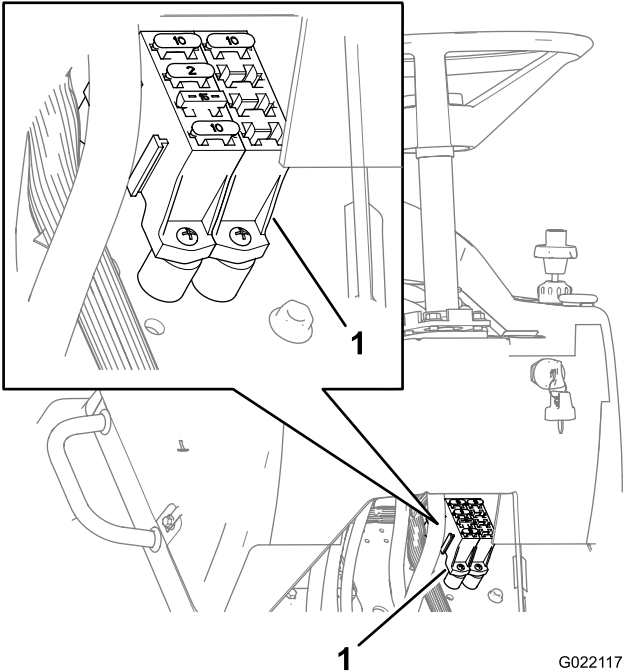

Figure 61
3. Remplacez le fusible grillé dans le porte-fusibles par un fusible neuf d'intensité équivalente (Figure 61).